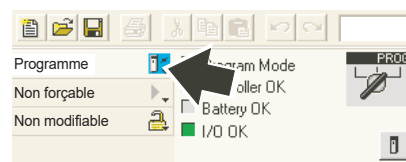

Figure 4.3.21j Cliquez sur l'icône « Programme »
8. Cliquez à gauche sur l'icône « Programme » (figure 4.3.21j) et sélectionnez « Aller hors ligne » dans le menu qui s'affiche.